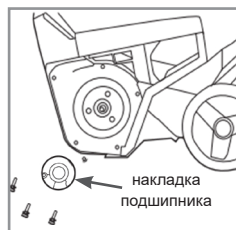

Рис. 17 Снятие накладки подшипника
- 2.3 Снимите накладки подшипников с обеих сторон (Рис.17).